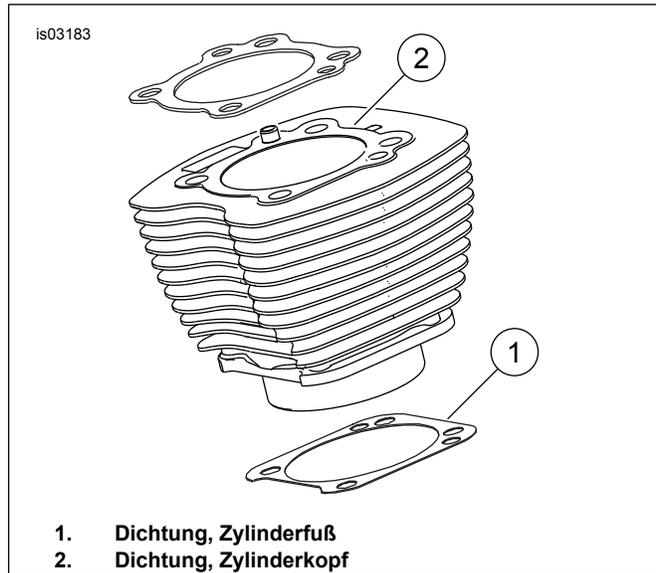

Abbildung 1. Zylinderdichtungen
Siehe Abbildung 1. Die 103,12 mm (4,060 in) Zylinderfußdichtung (1) und die Zylinderkopfdichtung (2) eliminieren den Bedarf an O-Ringen. Keine O-Ringe an Zylinderausrichtstiften oder Zylinderaufnahmen benutzen.